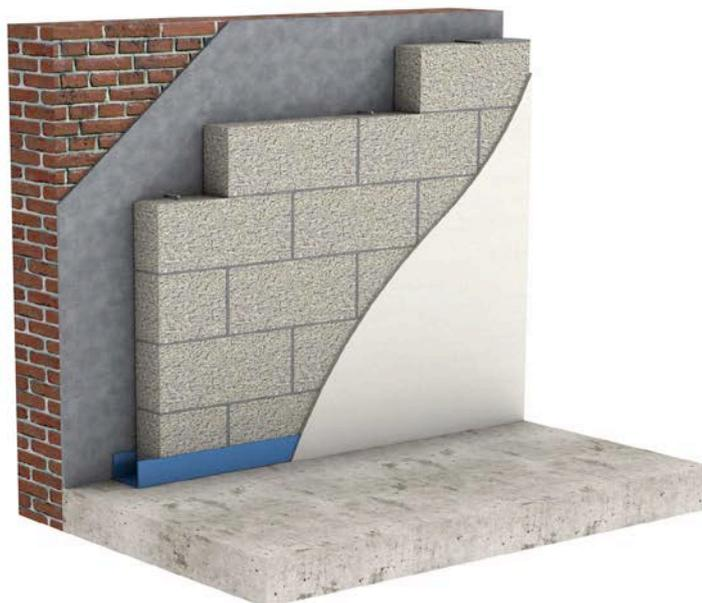

Fig. 1 Isolation des murs par l'intérieur à l'aide de blocs végétaux (vue 3D).
1. s'assurer que le support est sec et sans remontées capillaires. Dans le cas contraire, prévoir une **protection contre les remontées capillaires sur l'ensemble de la paroi** et protéger le pied de mur à l'aide d'une bande d'étanchéité remontant sur 10 cm et collée le long des blocs (voir figure 1)